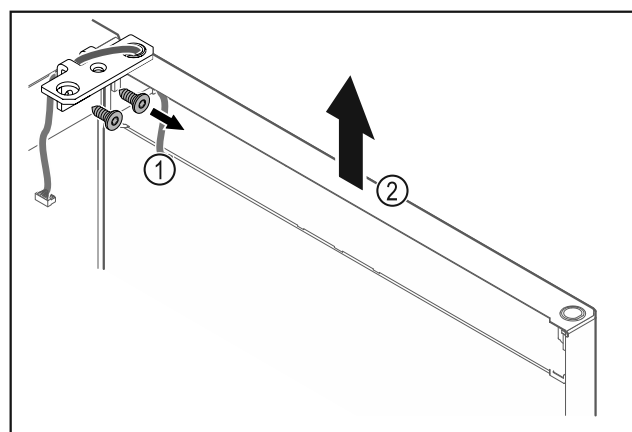

Fig. 27
- Odvijte kotnik tečaja vrat Fig. 27 (1).
- Vrata s kotnikom tečaja Fig. 27 (2) dvignite za približno 200 mm naravnost navzgor in jih snemite.